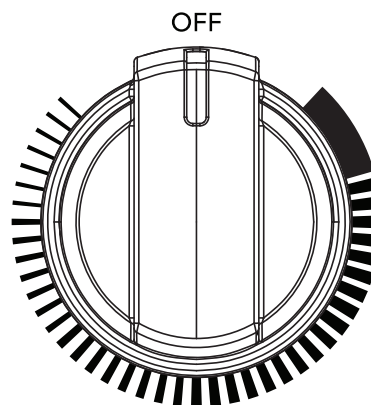

Figure 9: Bouton de commande d'un élément unique
2. Pousser et tourner le bouton de commande de surface dans un sens ou dans l'autre (Figure 9) pour obtenir la valeur souhaitée (reportez-vous au « Réglages suggérés pour l'élément de surface à rayonnement » au Tableau 1).
Démarrer la majorité des cuissons sur un réglage élevé, puis revenir ensuite à un réglage plus bas pour terminer. Les boutons de commande de surface n'ont pas à être réglés exactement sur un point particulier. Utiliser les tableaux graphiques fournis à titre de guide et régler le bouton de commande selon les besoins (voir Figure 9).